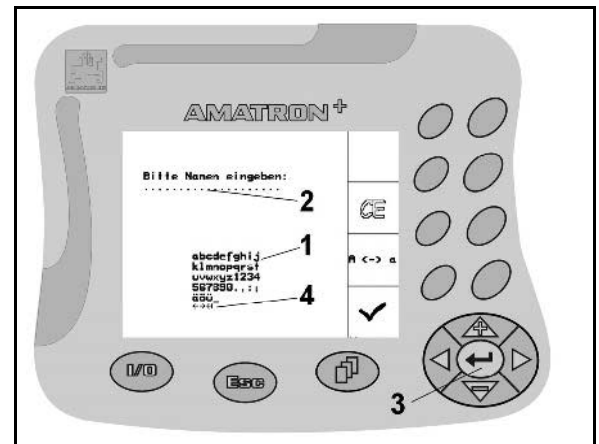

Fig. 5
Ist die Eingabe von Texten oder Ziffern am **AMATRON+** nötig erscheint das Eingabemenü (Fig. 5).
Im unteren Teil des Displays erscheint ein Auswahlfeld (Fig. 5/1) mit Buchstaben, Ziffern und Pfeilen aus dem die Eingabezeile (Fig. 5/2) gebildet wird (Text oder Ziffer).
- Auswahl von Buchstaben oder Ziffern im Auswahlfeld (Fig. 5/3).
- Übernehmen der Auswahl (Fig. 5/3).
Die Pfeile im Auswahlfeld (Fig. 5/4) ermöglichen ein Bewegen in der Textzeile.
Der Pfeil im Auswahlfeld (Fig. 5/4) löscht die letzte Eingabe.